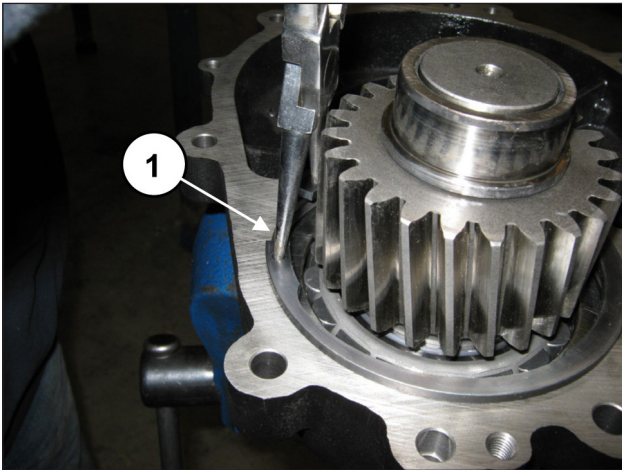

Fig. 86
Insérer dans le logement l'anneau Seeger Ø120 (rep. ①, Fig. 86).